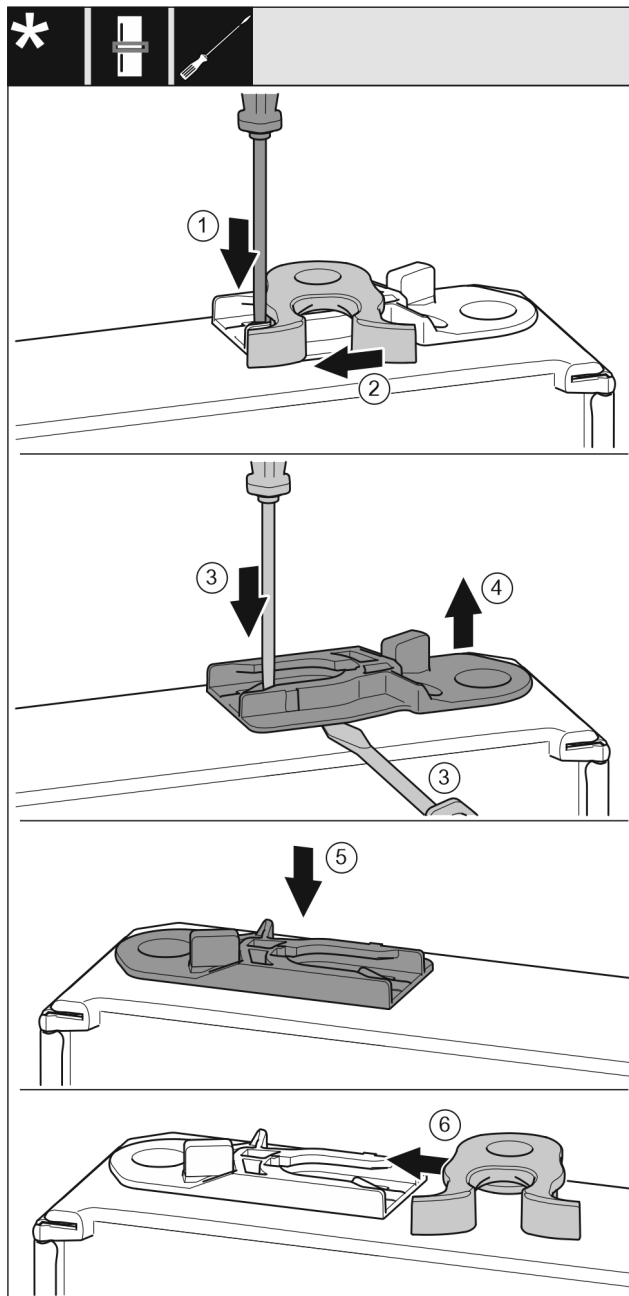

Fig. 19
- ▶ С плоска отвертка натиснете езичето Fig. 19 (1) надолу.
- ▶ Извадете затварящата кука Fig. 19 (2) от водача.
- ▶ Изваждане на направляващата втулка Fig. 19 (3, 4): С плоска отвертка натиснете езичето и едновременно с това вкарайте плоска отвертка под направляващата втулка.
- ▶ Вкарайте приложената към доставката направляваща втулка Fig. 19 (5) от другата страна на корпуса.
- ▶ Вкарайте затварящата кука Fig. 19 (6) във водача.